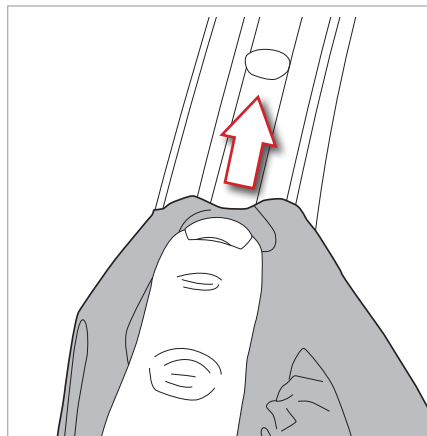

Fig.4
- Applicare il nastro con cura verificando la perfetta adesione anche della parte iniziale del nastro premendo bene con le dita o con un attrezzo in plastica per assicurare una perfetta aderenza (Fig. 4). All'occorrenza tagliare il tratto di nastro iniziale non perfettamente aderito al cerchio.